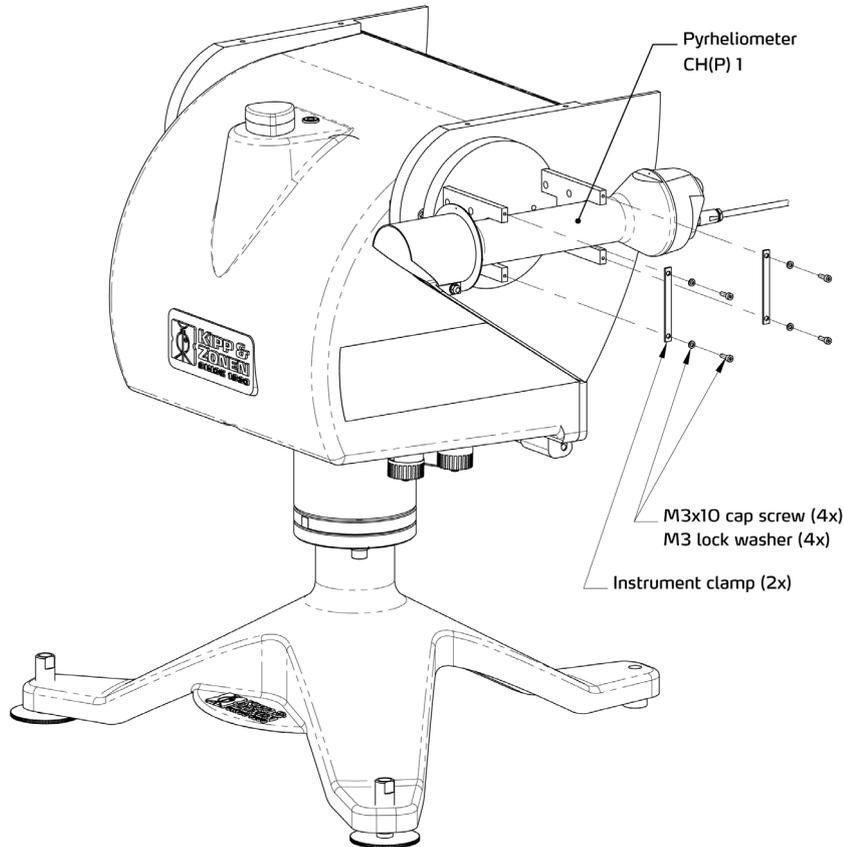

Figura 4.14: Diagrama de instalación del pirheliómetro
La figura 4.14 muestra cómo se instala el pirheliómetro Kipp & Zonen en el Plato de montaje lateral. Ver el Pirheliómetro Kipp & Zonen CH(P) 1 para más información.